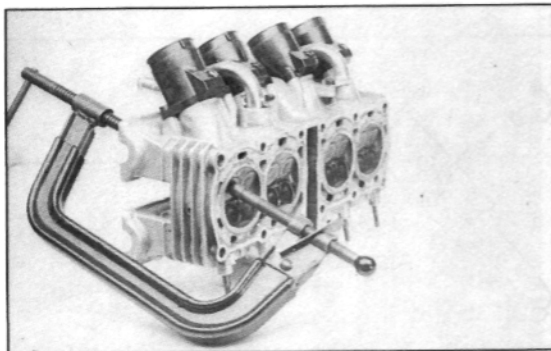

Bild 125
- Mit Ventilsfederspanner (Bild 125) Ventilsfedern demontieren.